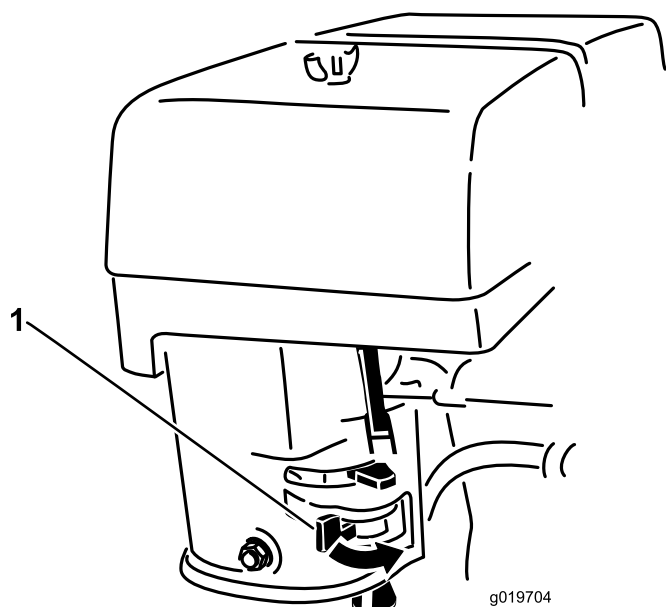

Figure 12
2. Tournez le robinet de carburant en position Ouverte (Figure 12).